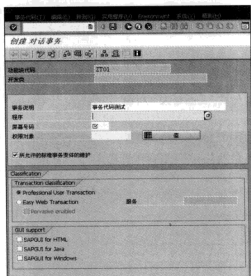

图 14-17 “创建对话事务”界面
STEP 3 可以在“短文本”框中填写该事物代码的描述信息，然后针对要创建的事务代码所对应的程序类型，在“开始对象”栏中选择。一般来说，对于自开发程序，默认选择“Program and screen (dialog transaction)”选项，选择完成，单击“☒”按钮进入“创建对话事务”界面，如图 14-17 所示。